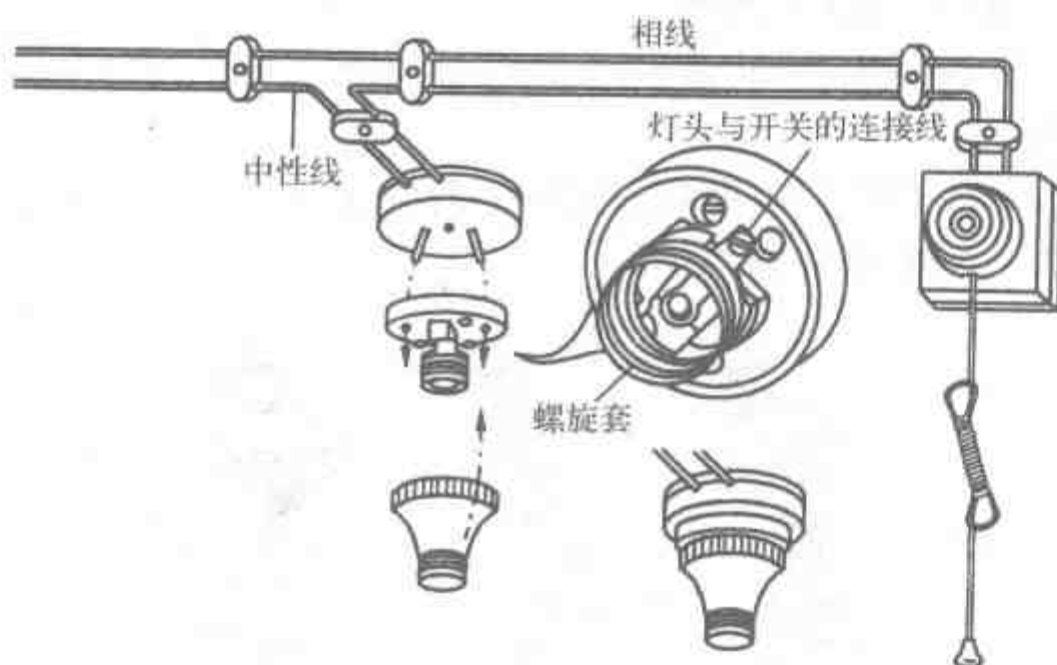

图 4-19 螺旋口矮脚式电灯的安装
(2) 螺旋口矮脚式电灯的安装。螺旋口矮脚式电灯的安装方法除了接线以外，其余与卡口矮脚式电灯的安装方法几乎完全相同，如图4-19所示。螺旋口式灯头接线时应注意：中性线要接到跟螺旋套相连的接线桩上，灯头与开关的连接线（实际上是通过开关的相线）要接到跟中心铜片相连的接线桩头上，千万不可接反，否则在装卸灯泡时容易发生触电事故。